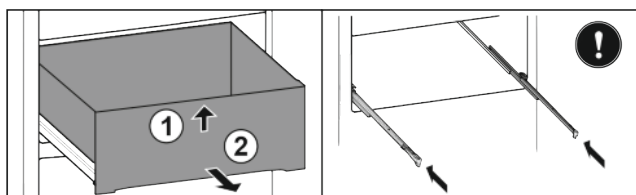

Fig. 38
- ▶ Unieść szufladę z przodu Fig. 38 (1).
- ▶ Wyjąć do przodu Fig. 38 (2).